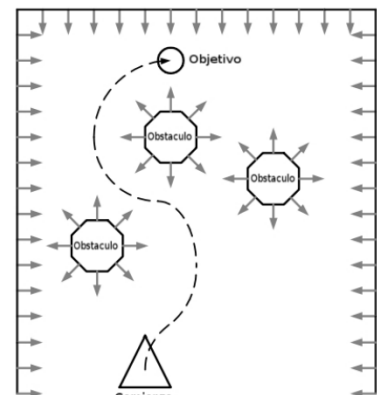

Figura 3. Camino del opuesto al gradiente.
- a Los campos potenciales son modelos que permiten lograr una trayectoria de punto A a punto B a través de la implementación de campos atractivos y repulsivos según sea un objetivo o un obstáculo respectivamente. Utilizando un gradiente descendiente el robot puede empezar a moverse en sentido contrario del gradiente. De esta manera, el robot se alejará de obstáculos, ya que estos se encuentran en un nivel más alto y el robot busca un nivel siempre más bajo. Al contrario de los obstáculos (repulsivos), la meta o metas están representados como los puntos mas bajos a donde, por naturaleza, el contrario del gradiente siempre va a estar apuntando. Esto se puede representar gráficamente como se muestra en la figura 3.